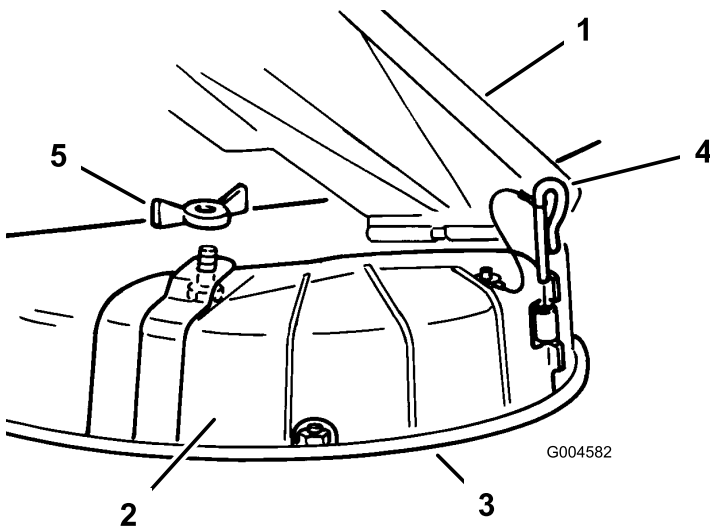

Figura 24
- Retire la tuerca de orejeta y la abrazadera que sujetan la tapa (Figura 24). Guarde todas las piezas para su uso futuro.
4. Retire el pasador de la bisagra que sujeta la tapa a la carcasa (Figura 24).
3. Levante el deflector de hierba y coloque la tapa de descarga sobre la abertura, en el borde inferior del cortacésped, e introdúzcala en la bisagra delantera (Figura 24).
4. Coloque el pasador en la bisagra (Figura 24).
5. Fije la tapa de descarga al cortacésped con la tuerca de orejeta (Figura 24).